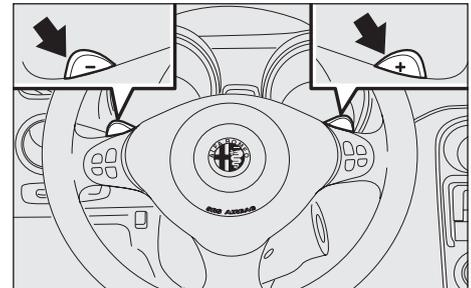

Abb. 131
- die Hebel am Lenkrad (**Abb. 131**), die jedoch nur bei einer Fahrgeschwindigkeit über 0,5 km/h funktionstüchtig sind.